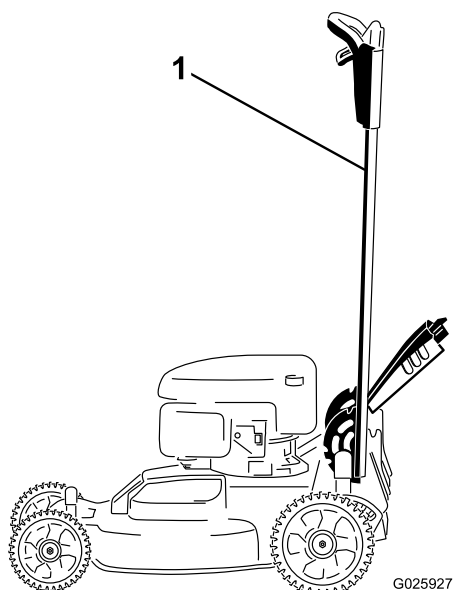

Figura 37
1. Bloquee el manillar en la posición vertical (Figura 37); consulte Ajuste de la altura del manillar \(página 13\).